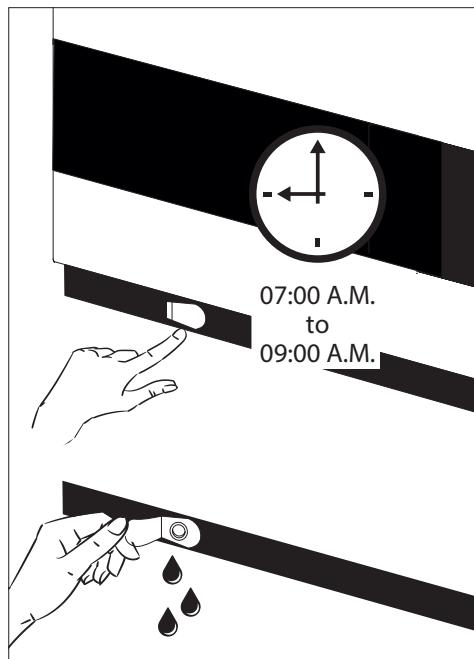

图 8
1. 关闭 ON/OFF 按钮断开电源。重要提示！仅关闭冷柜的电源。（见图 8）